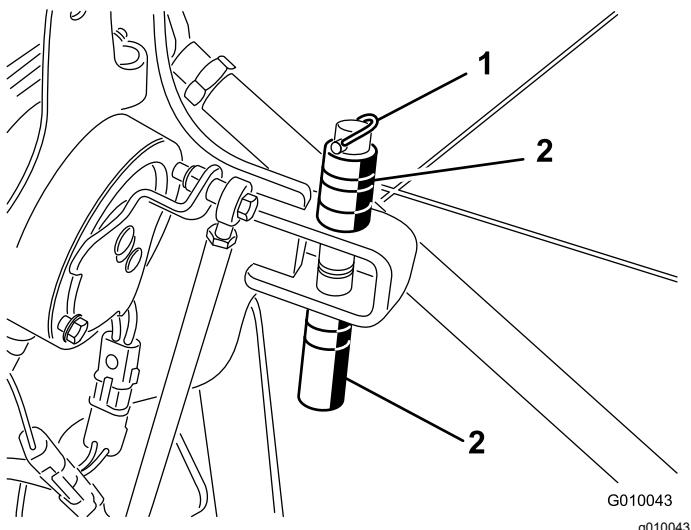

Figure 20
- Retirez la goupille à anneau qui maintient les entretoises et les goupilles de profondeur (Figure 20).